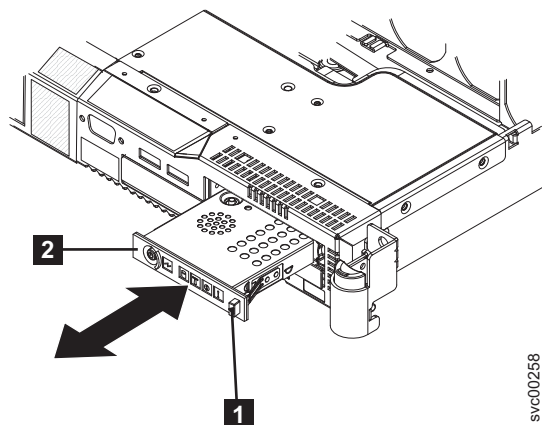

図 226. SAN ボリューム・コントローラ 2145-8G4 オペレーター情報パネル
2. 259 ページの図 226 に示すように、オペレーター情報パネルをスライドさせてケーシングに入れ、カチッと音をたてて所定の位置 (「In」位置) にロックされるまで押し込みます。この作業を行う際に、背面で静かにケーブルを引っ張って通します。